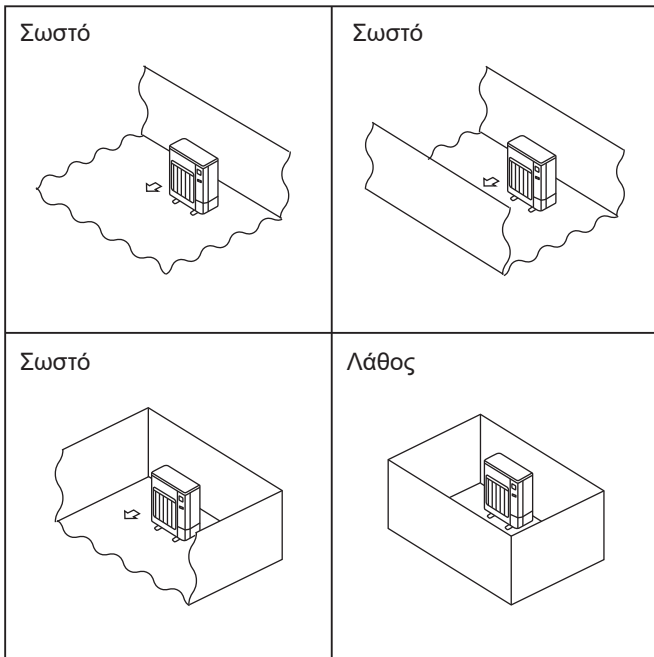

Fig. 2-1
- © Εγκαθιστάτε τις εξωτερικές μονάδες σε χώρους όπου τουλάχιστον μία από τις τέσσερις πλευρές είναι ανοικτή και σε επαρκώς μεγάλους χώρους χωρίς συμπίεσεις. (Fig. 2-1)